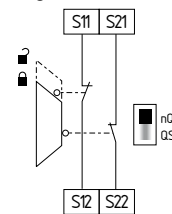

Fig. 13
**Circuito de monitorização de porta de proteção de dois canais com dispositivo de interrupção conforme EN ISO 14119 (ver Fig. 13)**